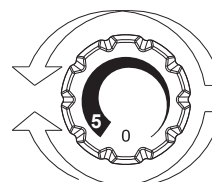

Fig. 2
- Reglarea temperaturii pentru ambele compartimente se realizează prin rotirea butonului termostat (Fig. 2)